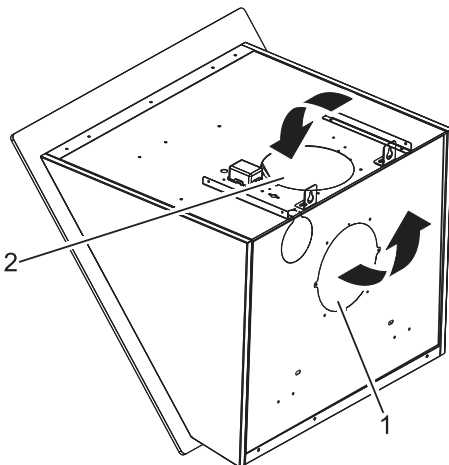

Abb. 14: Abluftführung durch die Rückwand installieren
2. ➤ Drücken Sie die Lochplatte in der Rückwand der Dunstabzugshaube heraus (Abb. 14/1).
4. ➤ Schrauben Sie die herausgedrückte Lochplatte mit 2 Schrauben auf die vorherige Luftauslassöffnung (Abb. 14/2).